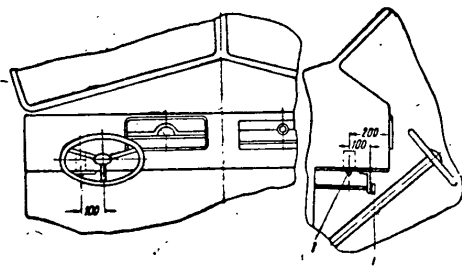

Рис. 12. Место установки переключателя П-29 на автомобилях ГАЗ-51 и ГАЗ-63:
11. Переключатель П-29 устанавливается на автомобилях в местах, соответственно указанных на рис. 12, 13, 14, 15, 16 и 17.